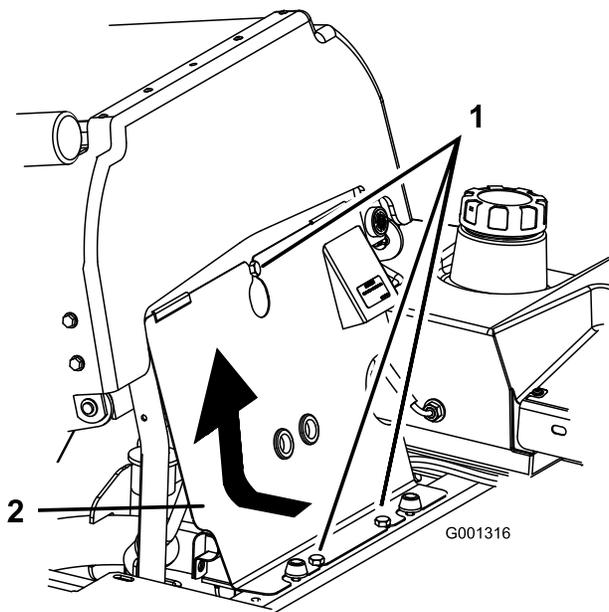

Figura 42
1. Inclinate il sedile in avanti, allentate i bulloni e togliete il pannello anteriore del motore (Figura 42).